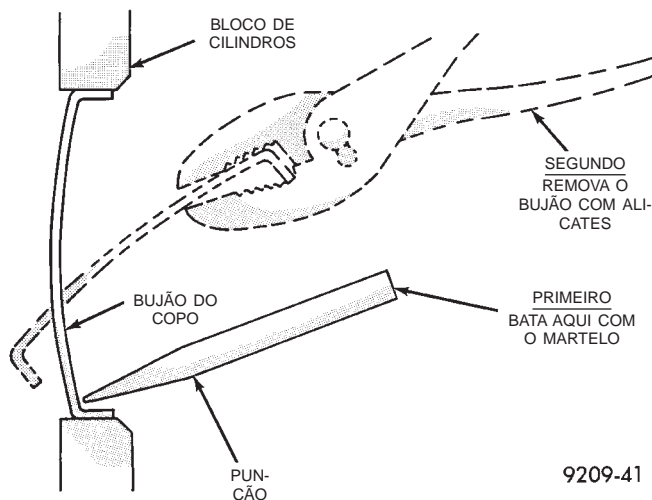

Fig. 59 Remoção do Bujão do Orifício
(1) Usando uma ferramenta embotada, tal como um mandril ou uma chave de fenda e um martelo, bata na extremidade inferior do bujão da capa (Fig. 59).
(2) Com o bujão de capa virado, agarre firmemente com alicates ou com outra ferramenta adequada e remova-o (Fig. 59).